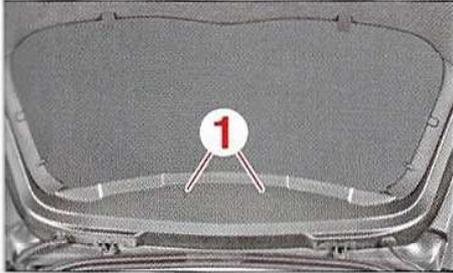

FIG.1
- Déposer les caches (1) (Fig.1).